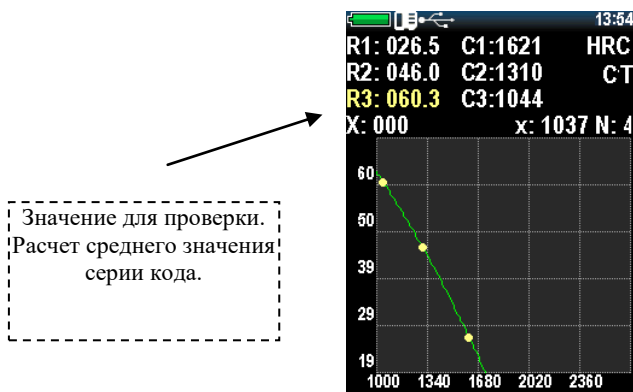

Рисунок 2.32 – Выполненная калибровка для одного образца
5. Перейти к следующему номиналу «  », и проделать ту же самую процедуру с другими образцами (рис. 2.32).